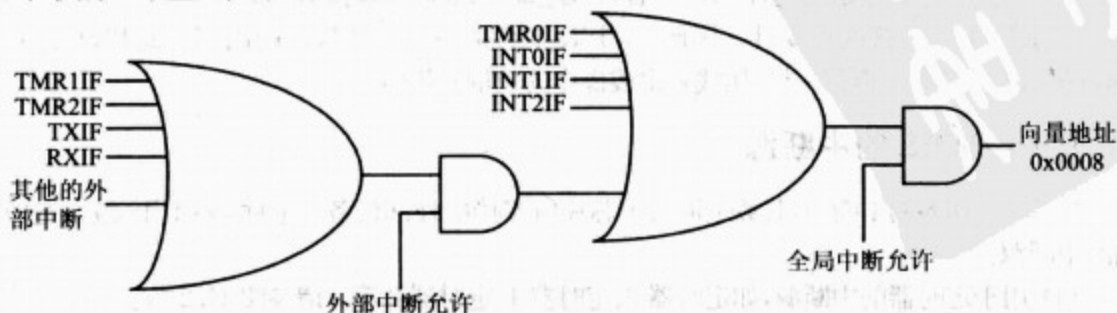
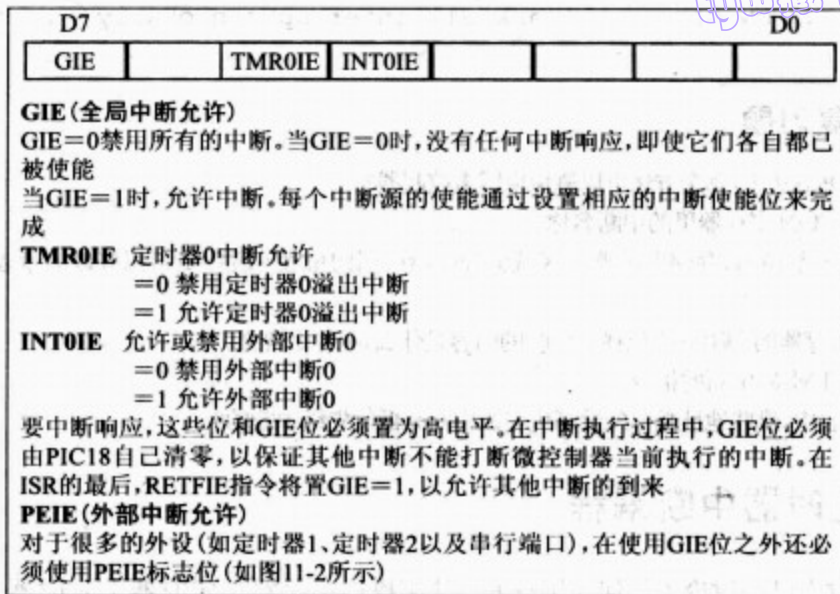

图 11-2 中断的简化示意图(上电复位时的默认状态)
图 11-3 INTCON(中断控制)寄存器
在复位时, 所有的中断都是被禁用(屏蔽)的, 也就是说当它们被触发时, 微控制器不会响应。要使得微控制器能响应它们, 必须使用软件方法来使能(不屏蔽)中断。INTCON(中断控制)寄存器的 D7 位就是用于使能和禁用全局中断的。图 11-3 描述了 INTCON 寄存器。GIE 位可以方便地用来禁用全部的中断。使用一条简单的指令(BCF INTCON, GIE), 就可以在执行一个重要任务时完成置 GIE=0 的工作。如图 11-2 所示。
(1) 必须将INTCON的D7位(GIE)置为高电平,允许中断。可以使用BSF INTCON, GIE指令来实现。
(2) 当GIE=1时,可以通过对中断允许(IE)标志位置1来允许中断。因为PIC18有非常多的中断,所以需要很多的内含中断使能位的寄存器。图11-2描述了INTCON中用于定时器0的中断允许位(TMR0IE)和用于外部中断0的中断允许位(INT0IE)。在本书中学习外部设备时,将会介绍包括中断使能位的寄存器。要注意,如果GIE=0,即使相应的中断使能位为高电平,也不会发生中断响应。为更好地理解这一点,请参阅例11-1。
(3) 如图11-2和图11-3所示,对于某些外部中断(如TMR1IF、TMR2IF和TXIF),可以使用除GIE位以外的PEIE标志位。